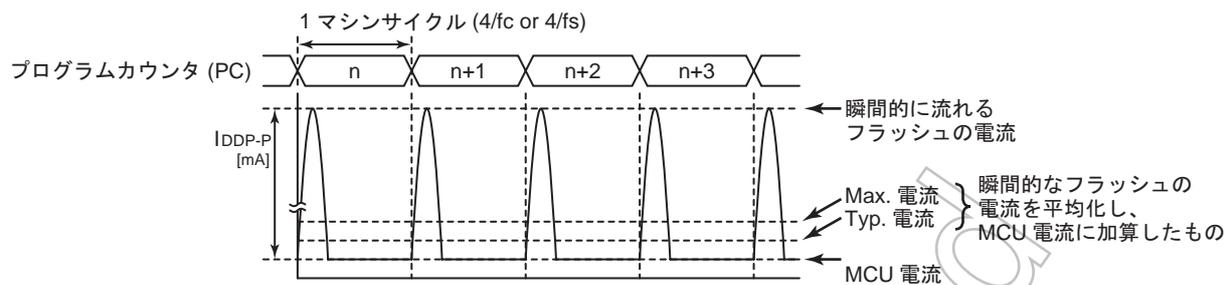

図 15-1 フラッシュメモリの間欠動作
- 注 3) フラッシュメモリでプログラムが動作しているとき、またはフラッシュメモリからデータをリードしているとき、フラッシュメモリは間欠動作を行いますので、瞬間的に図 15-1 のようなピーク電流が流れます。よってこの場合の電源電流 I_{CC}(NORMAL、SLOW モード時) は、ピーク電流を平均化した電流値と MCU 電流の和となります。